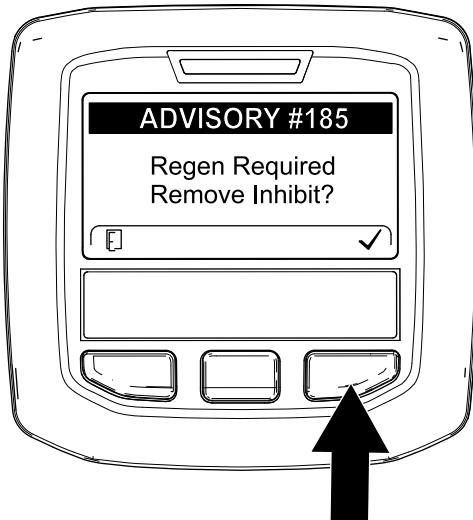

Figura 50
**Nota:** Si INHIBIT REGEN (Inhibir regeneración) está ajustado en ON (Activado), el InfoCenter muestra ADVISORY #185 (Aviso n.º 185) (Figura 50). Pulse el botón 3 para establecer el ajuste de inhibición de regeneración en OFF (Desactivado) y seguir con la regeneración de restablecimiento.